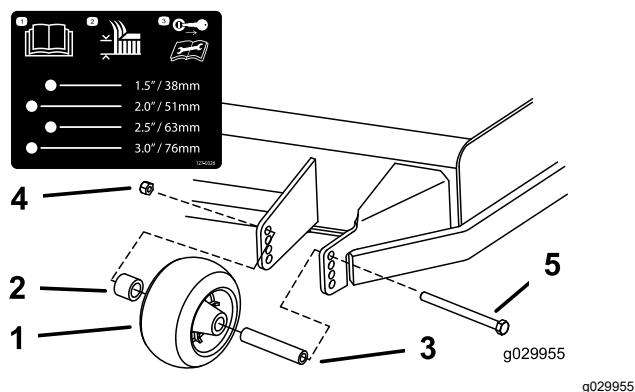
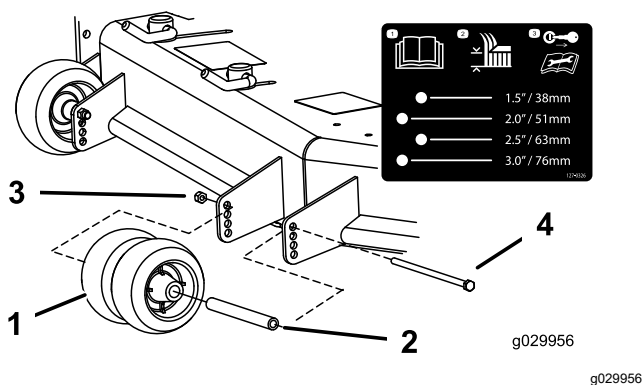
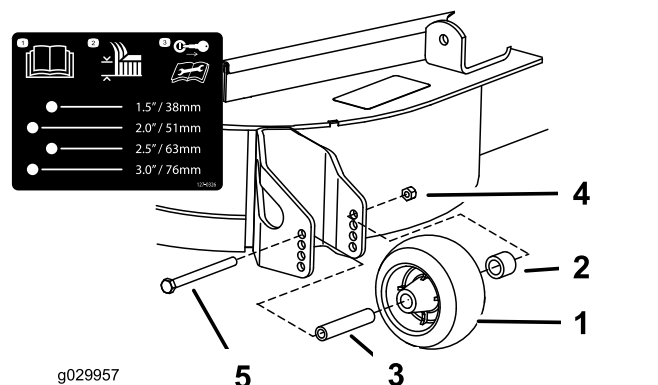

Figura 34
Figura 35
Figura 36
3. Ajuste los rodillos protectores del césped según se muestra en Figura 34, Figura 35 y Figura 36.